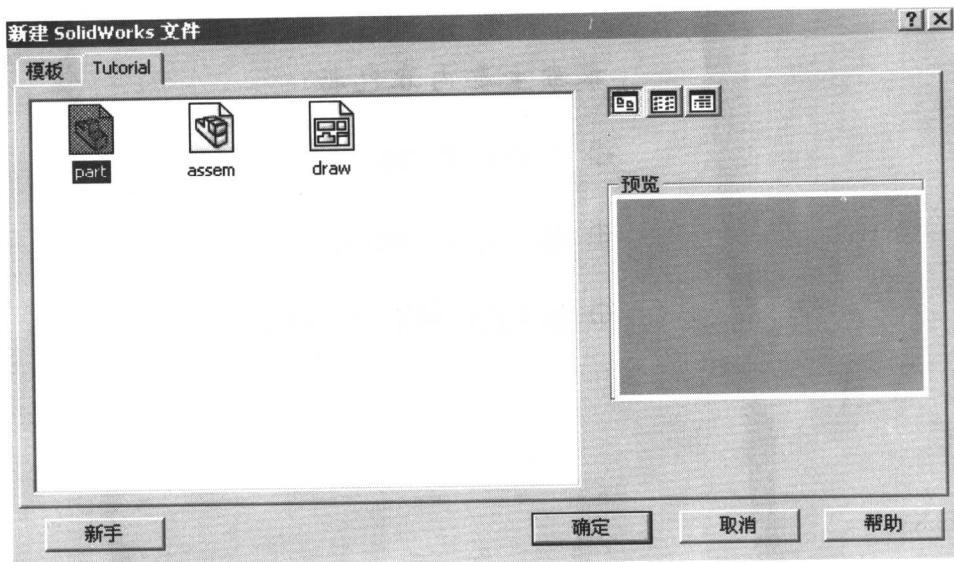

图 1-1 【新建文件】对话框
- ① 单击主菜单的新建图标 ，或选择【文件】/【新建】命令，或使用快捷键【Ctrl+N】，弹出【新建 SolidWorks 文件】对话框，如图 1-1 所示。